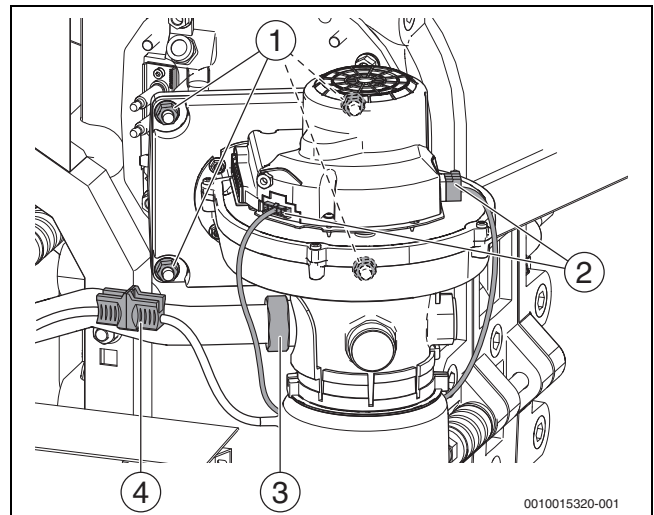
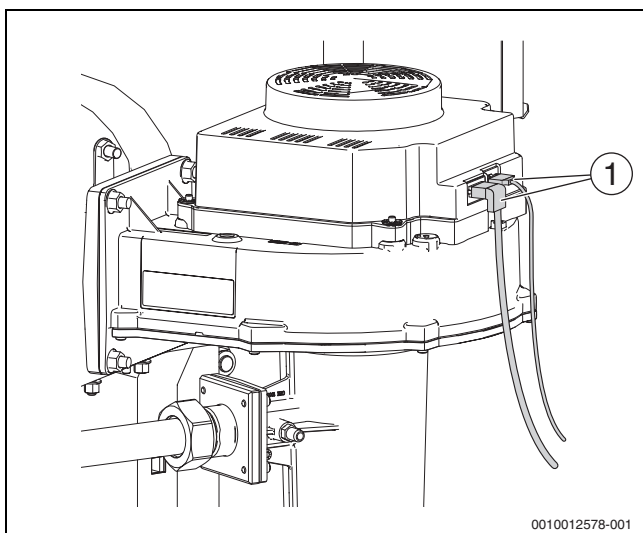

Рис. 59 Электрические подключения, демонтаж вентилятора (котлы 75-100 кВт)
Рис. 60 Электрические подключения вентилятора (котлы 150-300 кВт)
- ▶ Отсоедините электрические подключения на вентиляторе (→ рис. 59 и рис. 60).
- ▶ Разъедините штекерное соединение (→ рис. 59)
- ▶ Отверните накидную гайку на трубе Вентури (→ рис. 59, [3]).